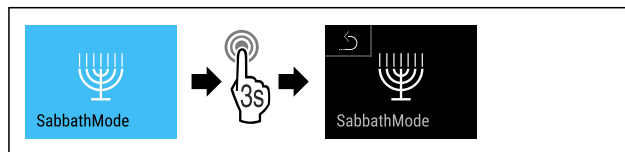

Fig. 16
- ▶ Provedte kroky postupu (viz Fig. 16).